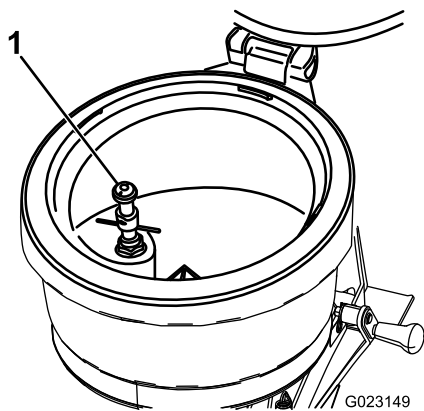

Figura 34
Il dispositivo di risciacquo flacone (Figura 34) è situato all'interno del serbatoio del nebulizzatore. Utilizzate il dispositivo di risciacquo flacone per rimuovere i residui di sostanza chimica dall'interno del contenitore (flacone) in cui è confezionata la sostanza chimica. Il dispositivo di risciacquo flacone è pressurizzato con una soluzione proveniente dall'impianto di irrorazione. Il contenitore della sostanza chimica (flacone) viene risciacquato con la soluzione dell'impianto di irrorazione scaricata dall'erogatore del dispositivo di risciacquo flacone.
- Posizionate il bordo del contenitore sopra il dispositivo di risciacquo flacone e premete verso il basso per aprire la valvola; fate riferimento a Figura 34 in Dispositivo di risciacquo flacone (pagina 19).